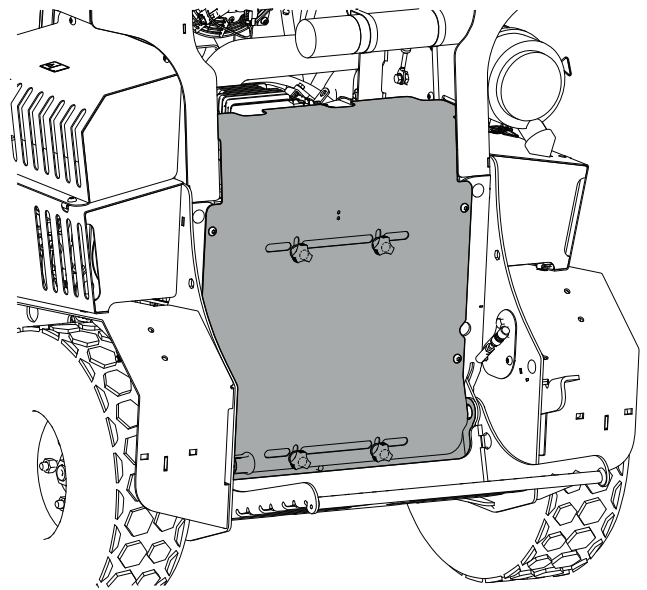

Figura 29
2. Retire los 4 pernos que sujetan el panel de acceso a la máquina y retire el panel (Figura 29).